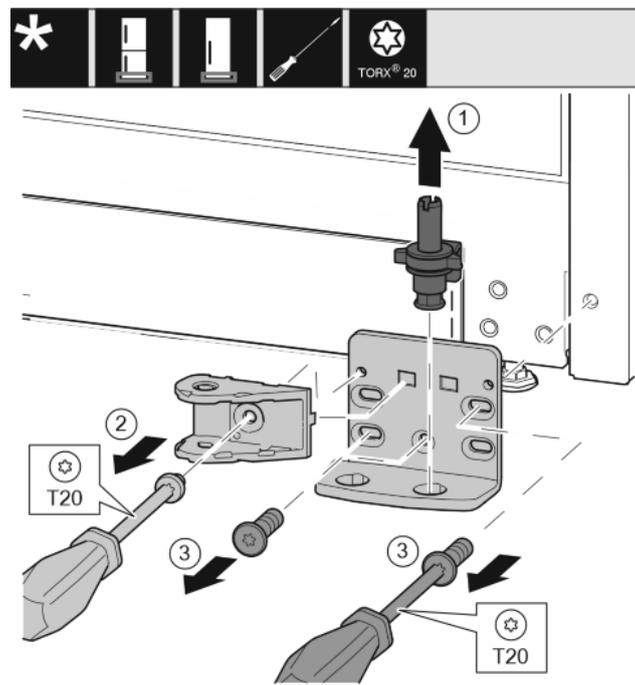

Fig. 27
- ▶ Sortir complètement l'axe de palier par le haut. Fig. 27 (1)
- ▶ Desserrer la vis avec le tournevis T20 et enlever le joint amortisseur de fermeture. Fig. 27 (2)
- ▶ Desserrer les vis avec le tournevis T20 et enlever le support de palier. Fig. 27 (3)